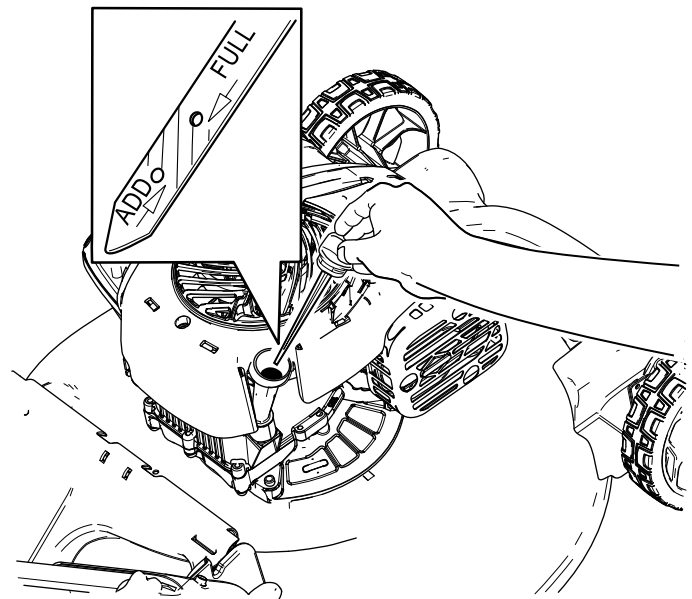

Figure 17
3. Tournez le bouchon dans le sens antihoraire et sortez la jauge (Figure 17).
10. Vérifiez le niveau d'huile indiqué par la jauge (Figure 17).